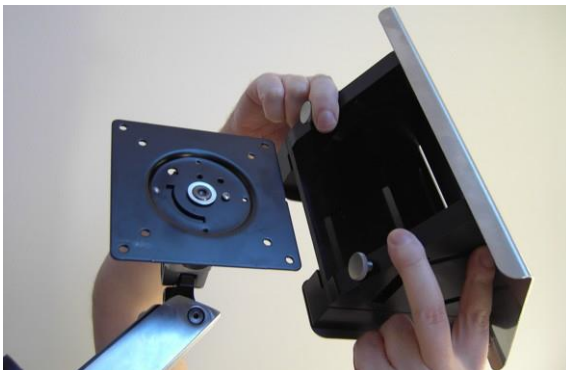

Figure 3-9. Alignement du plateau à main avec la base sur le bras articulé
1. Aligned le plateau de pièce à main avec la base sur le bras articulé, comme illustré sur la Figure 3-9.
2. Insérez le plateau de pièce à main avec sa base, puis poussez-le jusqu'au bout, comme illustré sur la Figure 3-9.